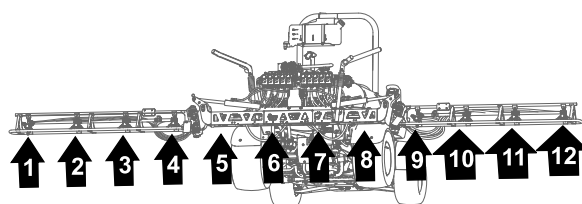

図 127
1. 散布ノズル、、、番用のホースを、センターブームの左端にあるR クランプに通す図 127と図 128。
2. 散布ノズル7、8、9、10番用のホースを、センターブームの右端にあるR クランプに通す図 127と図 128。
3. 図 127と図 128のように、給液ホース279cmとバーブ付きホースシャック3/4 インチをブームに沿って散布ノズル10番へ配設する。
4. 図 127と図 128のように、給液ホース234cmとバーブ付きホースシャック3/2 インチをブームに沿って散布ノズル49番へ配設する。
5. 図 127と図 128のように、給液ホース188cmとバーブ付きホースシャック3/4 インチをブームに沿って散布ノズル38番へ配設する。
6. 図 127と図 128のように、給液ホース188cmとバーブ付きホースシャंक3/4 インチをブームに沿って散布ノズル47番へ配設する。